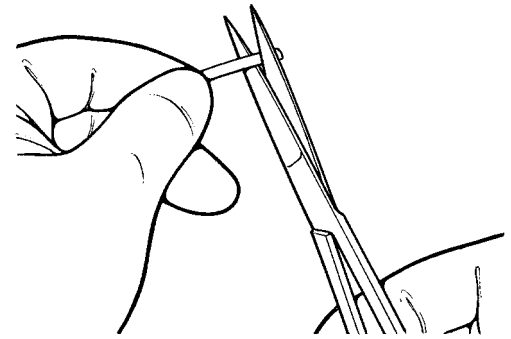

Abbildung 4-21. Zuschneiden der Schläuche
1. Schläuche auf die Anatomie (**Abbildung 4-21**) des Patienten zuschneiden.